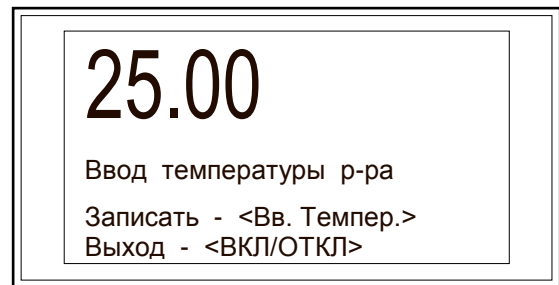

Рисунок 31
- установить требуемое значение температуры раствора, используя кнопки «◀», «▶» или цифровую клавиатуру (рис. 31).